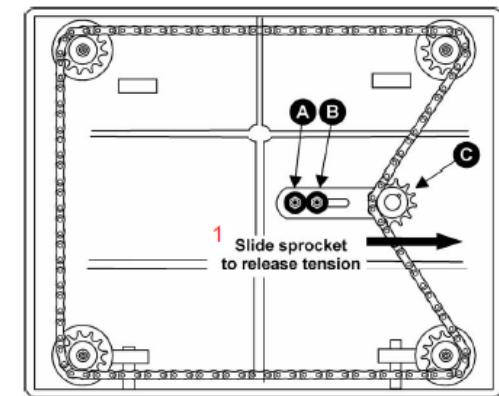

Рис. 22: 1 – переместить звездочку для ослабления натяжения
2. Наклонить станок вбок для получения доступа к нижней части станины, как показано на **Рис. 22**.
3. Вывернуть болт (**Рис. 22, А**) и ослабить болт (**Рис. 22, С**), что обеспечит перемещение узла натяжной звездочки (**Рис. 22, С**) на достаточное расстояние для ослабления натяжения цепи.
4. Снять цепь с конкретной звездочки в углу станины, которую необходимо регулировать. Вращая звездочку рукой, отрегулировать этот угол по трем другим. ПРИМЕЧАНИЕ: при вращении звездочки по часовой стрелке расстояние между рабочим столом и корпусом режущего вала увеличивается, при вращении против часовой стрелки – уменьшится. Данная регулировка очень **Рис. 22: 1** – переместить звездочку для чувствительна, звездочку не нужно поворачивать более, чем на один-два зуба.
5. (**Рис. 22, С**) назад для натяжения цепи, затянуть болт (**Рис. 22, В**) и ввернуть и затянуть болт (**Рис. 22, А**).